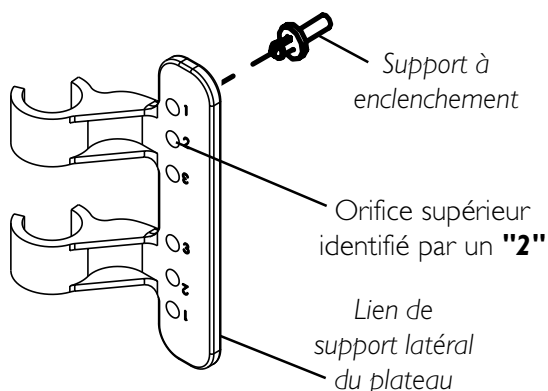

FIGURE 2 - INSTALLER LES SUPPORTS À ENCLÈCHEMENT - MARCHETTES À DÉCLÈCHEMENT SIMPLE SEULEMENT
INSTALLER LES SUPPORTS À ENCLÈCHEMENT - MARCHETTES À DÉCLÈCHEMENT SIMPLE SEULEMENT (FIGURE 2)
2. À l'INTÉRIEUR de la barre latérale du plateau, fixer le support à enclenchement, à l'endroit indiqué à l'ÉTAPE 1. Se référer à la FIGURE 2.